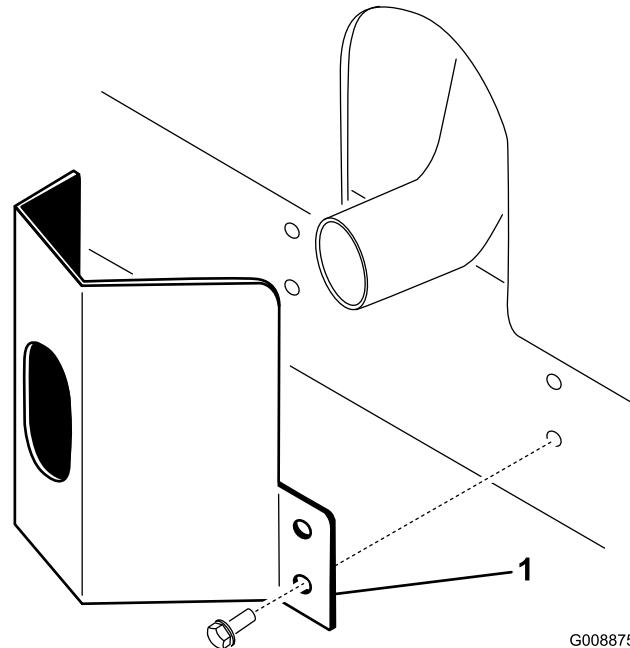

Figura 10
- Coloque a cobertura do escape à volta da panela do escape, enquanto estiver a alinhar os orifícios de montagem com os orifícios no chassis (Figura 10).
- Prenda a cobertura do escape ao chassis utilizando 4 parafusos autoroscantes (Figura 10).